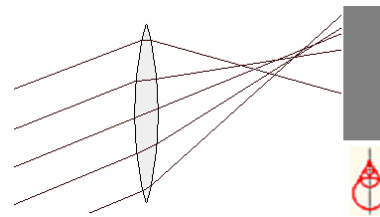

Abbildung 20: Koma
- Korrektur** Der Effekt von Koma (Abbildung 20) und Bildfeldwölbung (Abbildung 16) lassen sich durch Abblenden reduzieren.